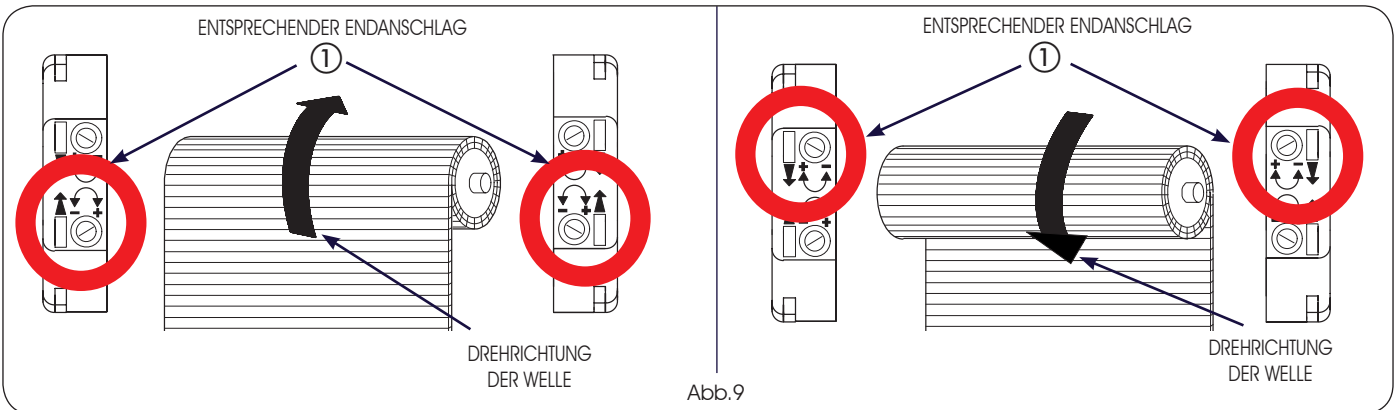

Abb.9
- 2) Die Schraube des der AUF-Bewegung der Welle entsprechenden Endanschlags (Abb.9, Bez.①) mit der Einstellhilfe (Abb.1, Bez.⑤) zum Pluszeichen (+) drehen, um den Weg des Rollladens zu erhöhen, zum Minuszeichen (-), um ihn zu verkürzen.